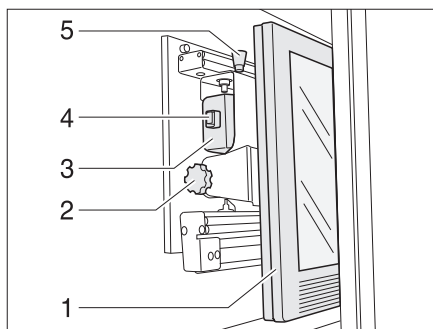

Fig. 136 Mobiletto porta TV
- Premere il bottone di sbloccaggio (Fig. 136,5) e tirare in avanti il supporto per lo schermo piatto per l'impugnatura (Fig. 136,4) fino all'arresto.
- Tirare il bottone di sbloccaggio (Fig. 136,1) e inclinare lo schermo piatto (Fig. 136,2) nella posizione desiderata.
- Svitare la vite a testa cilindrica zigrinata (Fig. 136,3).